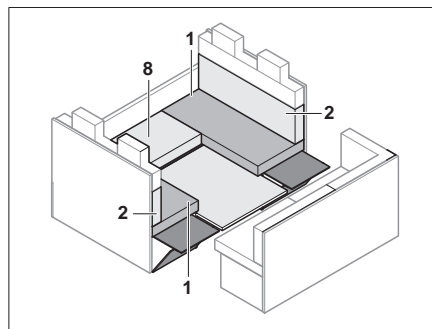

Bild 137 Während des Umbaus
- Sitzpolster (Bild 137,8) und den Unterbau entfernen.